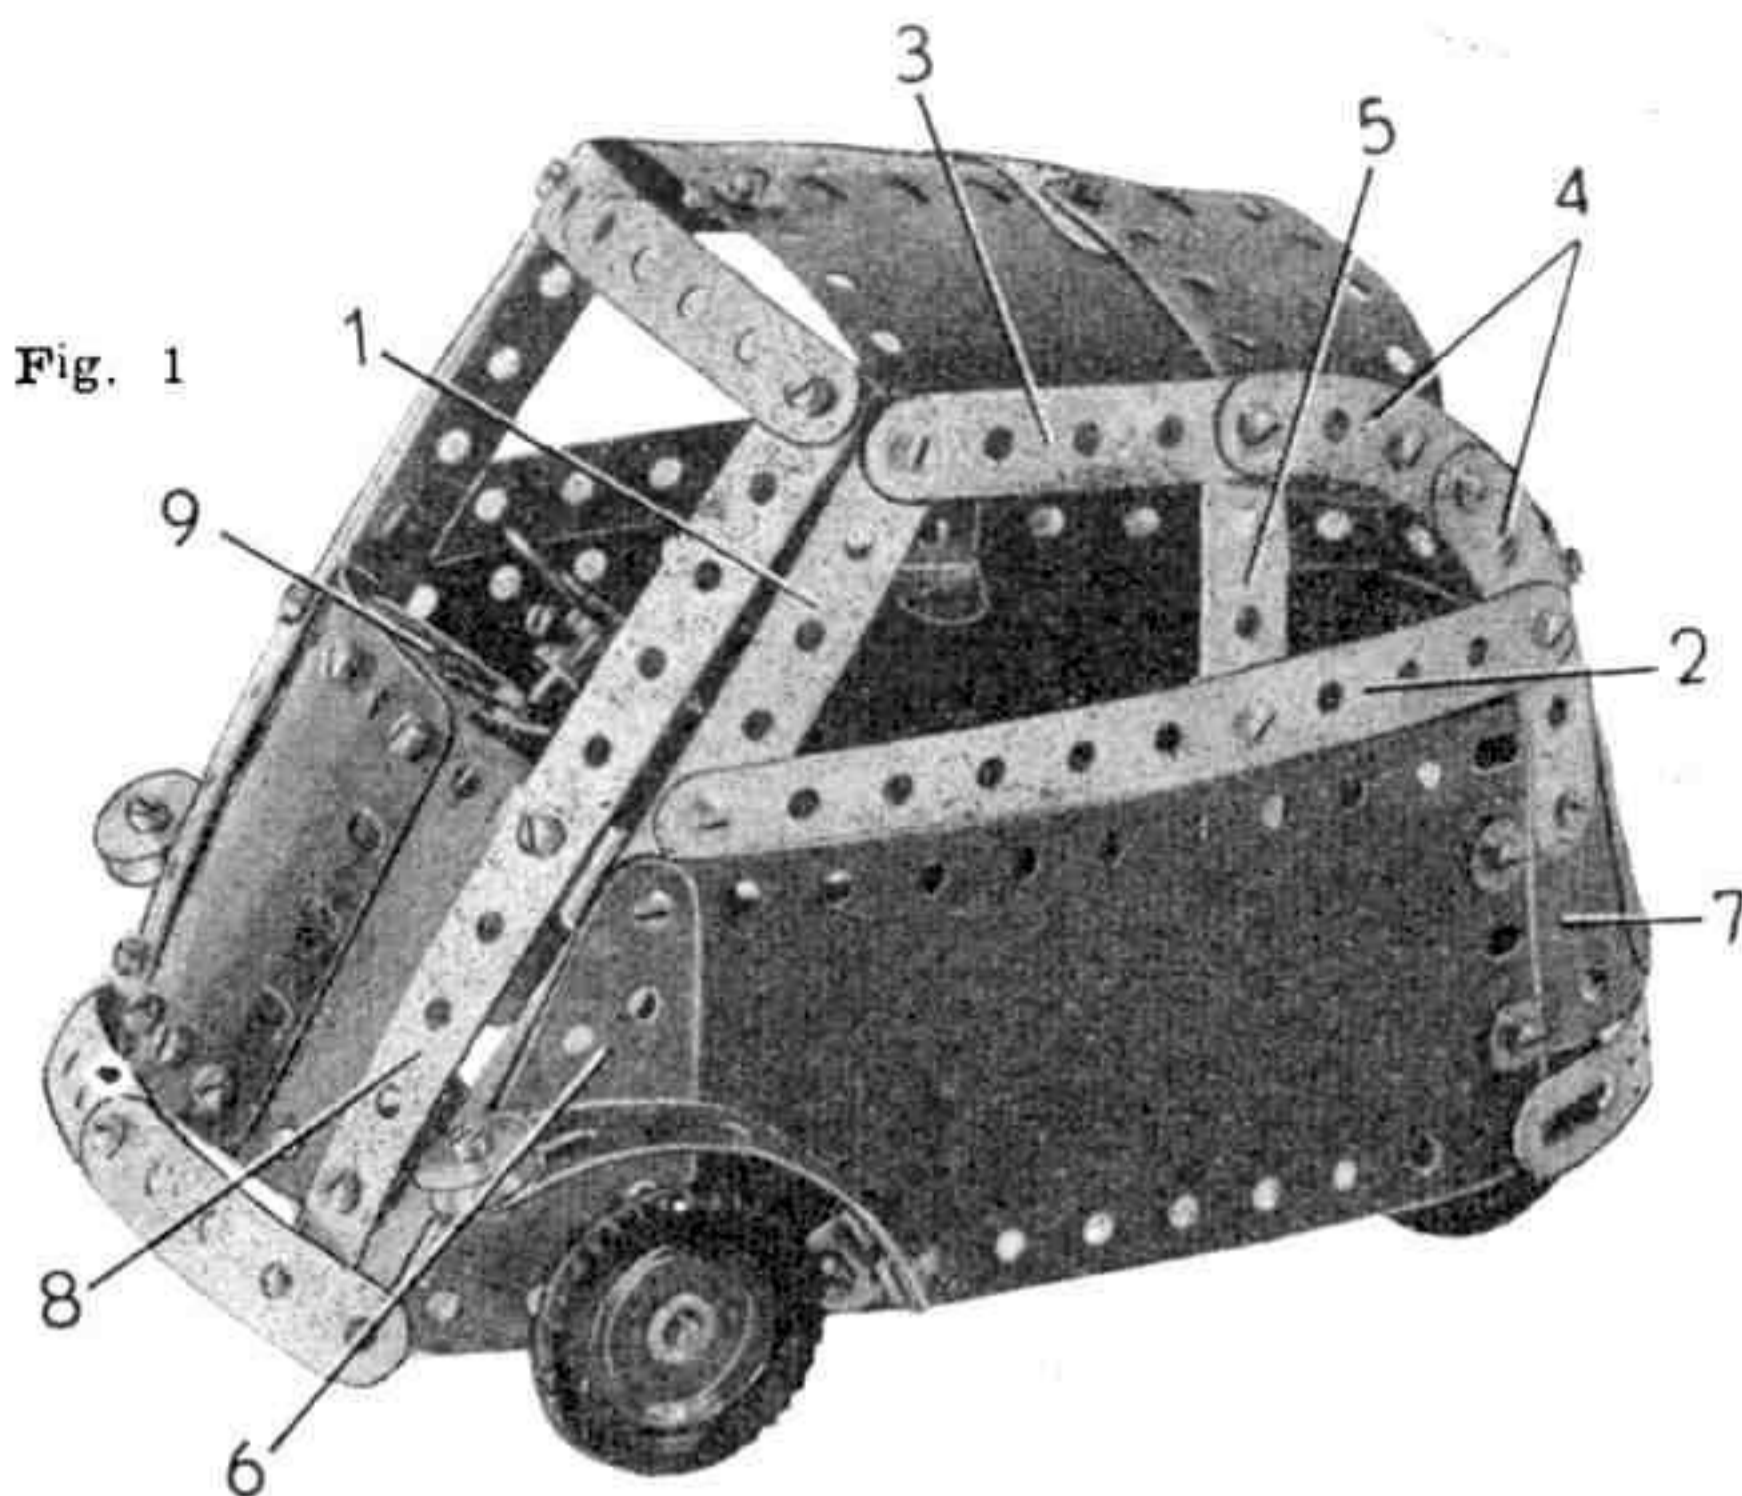

Fig. 1
Chaque côté du véhicule (fig. 1) est formé de deux bandes de 11 trous (1) et (2), d'une de 5 trous (3) de deux bandes incurvées de 6 cm (4) et d'une bande coudée de  $60 \times 12$  mm (5). Le côté est recouvert par une plaque flexible triangulaire de  $6 \times 4$  cm (6); par une plaque flexible de  $14 \times 6$  cm et par une plaque flexible de  $6 \times 4$  cm (7).